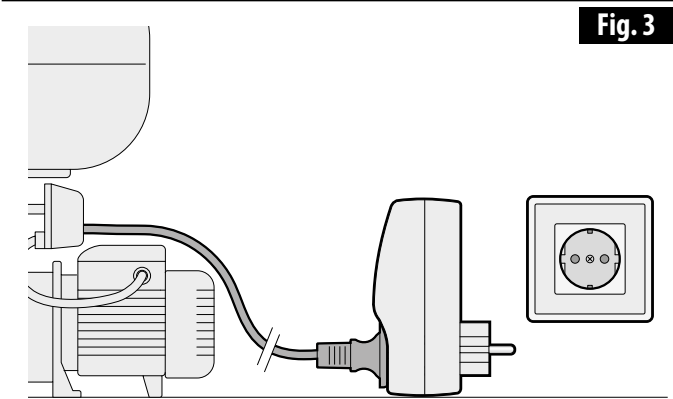

Fig. 3
- Inserire la spina del cavo di alimentazione dell'elettropompa nel dispositivo EP (Fig.3).
- Insert the plug of the electric pump's power cable in the EP device (Fig.3).